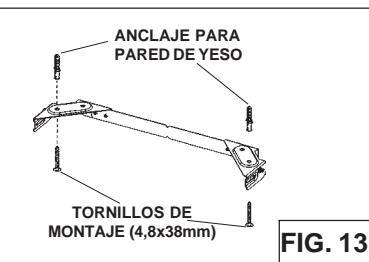

FIG. 13
3. Asegure el ensamblaje de soporte al techo utilizando los tornillos de montaje (2) 4.8 x 38mm y anclas para paredes de yeso (Fig.13). Asegúrese que el soporte este contra la esquina, junto con la pared si es necesario, y centrado sobre sobre la campana.